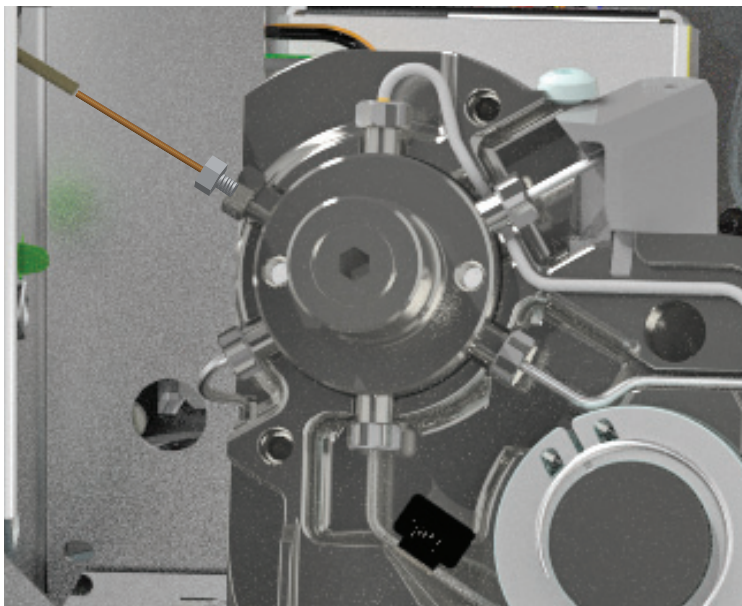

Figura 7. Reductor interno de 3/16 pulgadas con la cubierta de la válvula retirada.
- 7 Afloje la tuerca de 3/16 pulgadas en el reductor interno (**Figura 7**). (Estabilice la conexión de la válvula con una llave de 1/4 pulgadas.)